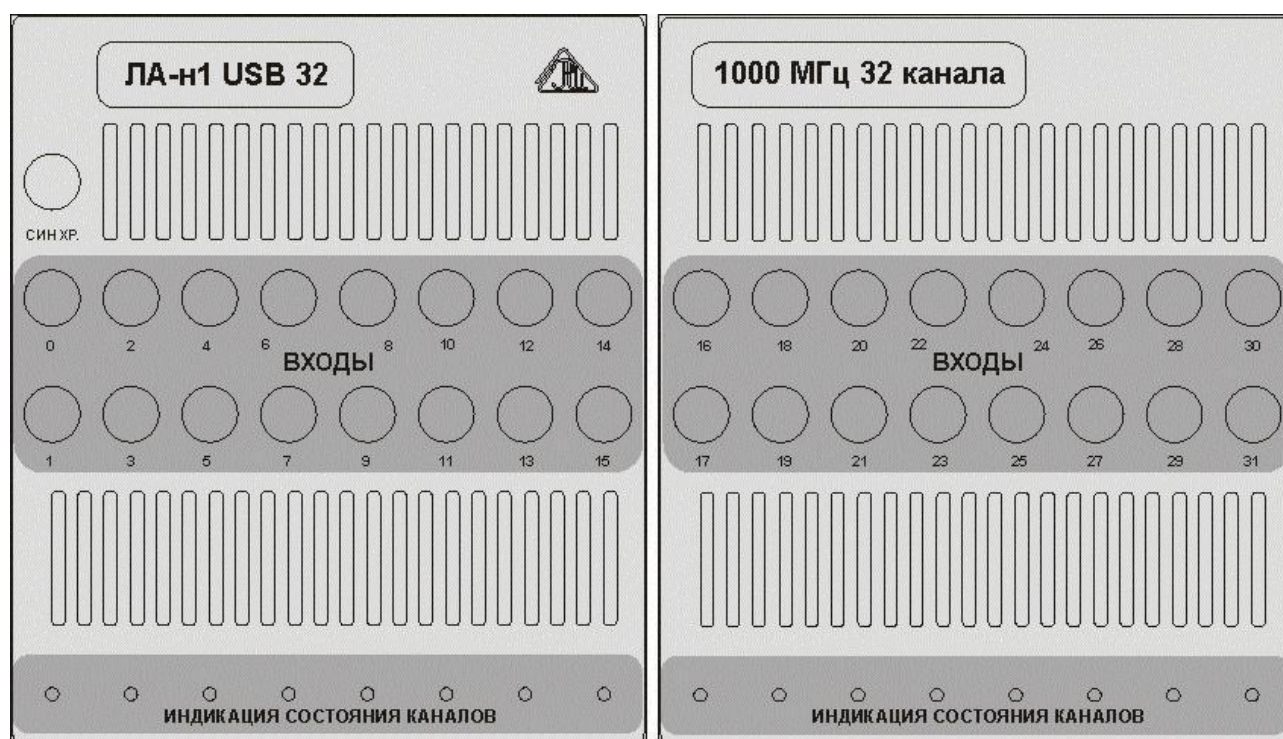

Рис. 4.1. Расположение разъемов прибора ЛА-н1USB32.
4.2.3. Для предотвращения выхода из строя устройства ЛА-н1USB32 на входные разъемы необходимо подавать сигналы не превышающие предельно допустимые параметры (см. раздел технические характеристики). Названия и расположение разъемов ЛА-н1USB32 указано в таблице (Таблица 4. 1). На Рис. 4.1. приведены лицевые панели прибора.